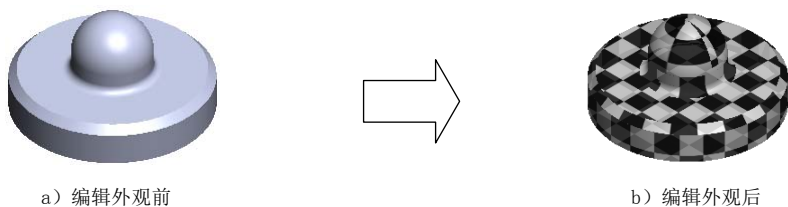

图 8.4.4 编辑外观
Step3. 选择要编辑的对象。系统默认选取图 8.4.4 所示的模型。